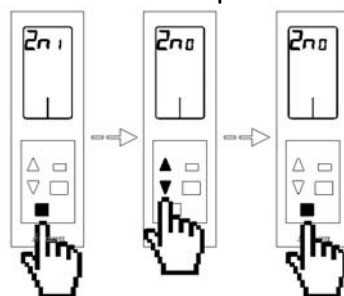

Fig. 92
- **Dirección de zona 2n:** Muestra la dirección de zona configurada. Para modificar el valor de la zona pulse el botón de confirmación , el valor de zona se pondrá a parpadear, esto indica que podemos modificar el valor. Utilice las flechas   para seleccionar el valor . Esto reseteará el termostato y las salidas asociadas a este, dejándolas libres para una nueva configuración. El termostato se irá al menú de configuración rápido (Ver apartado 4.2) para comenzar de nuevo el proceso. Una vez seleccionado el valor correcto pulse el botón de confirmación . Si desea salir del menú pulse el botón salir  para volver al menú anterior. (Fig. 92)